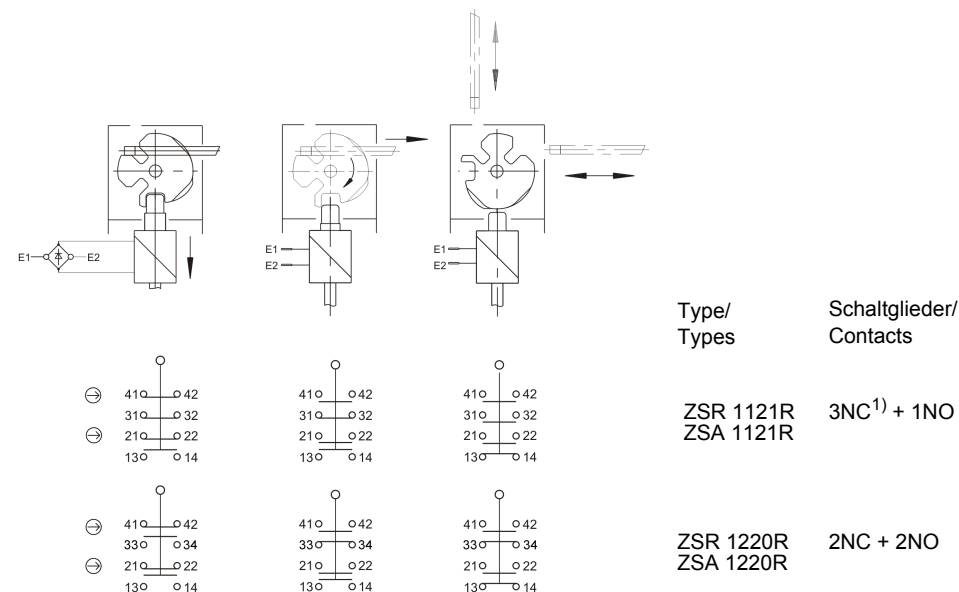

Fig.2 Schaltelemente und Schaltfunktionen/Contact blocks and switching functions
- Funciones de conmutación o asignación de contactos (Fig.2).